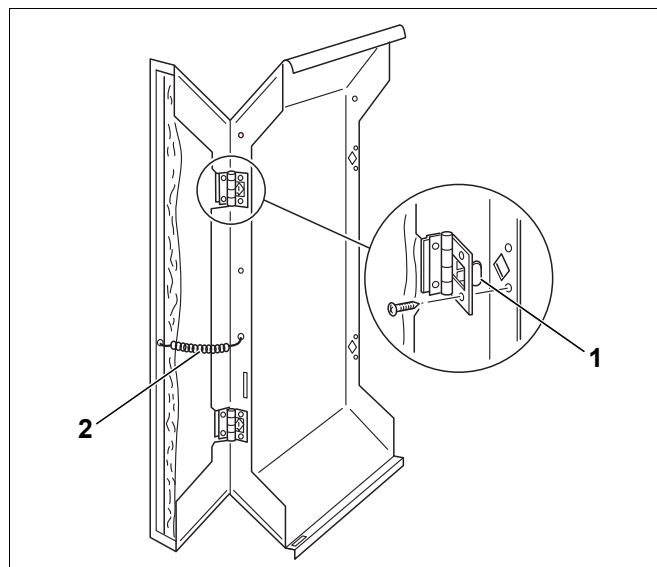

Рис. 49 Установка створок боковых стенок
- ▶ Вставьте крюки на петлях (рис. 49, [1]) боковых створок в выемки передней боковой стенки и закрепите саморезами.
- ▶ Стяните пружинами (рис. 49, [2]) боковые стенки и створки.